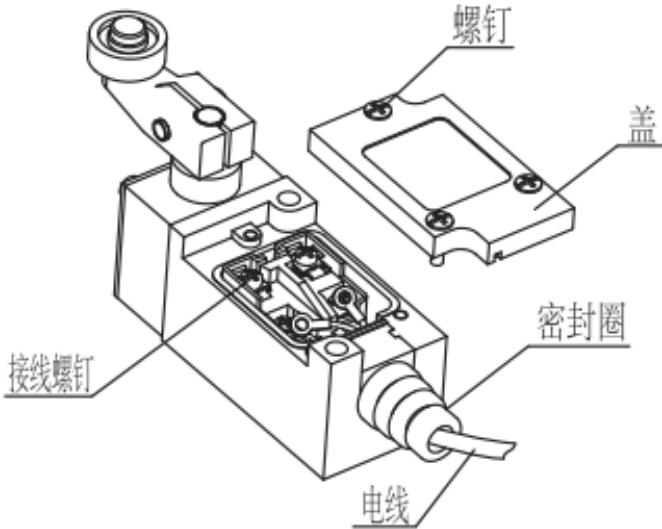
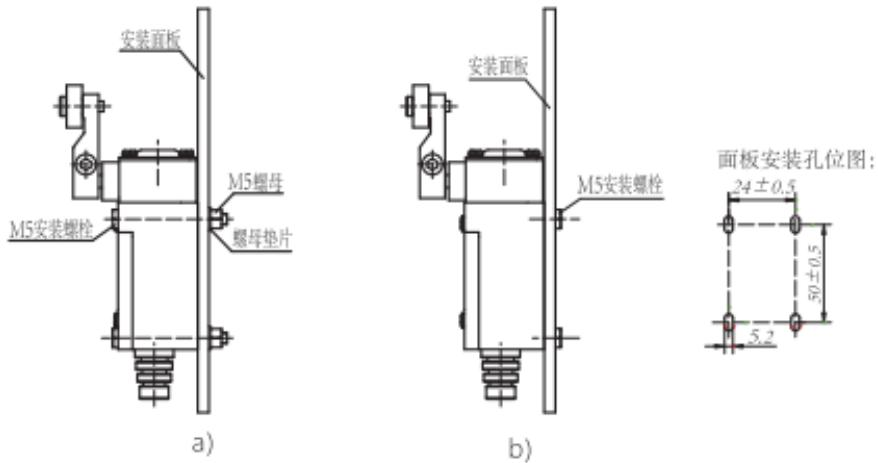

图7:布线示意图
图8:YBLX-HL安装示意图
- 7.2.1 安装：松开盖螺钉→按图7布线→拧紧盖螺钉（电线密封圈必须正确装配到位）→按图8安装，安装可采用a)或b)。